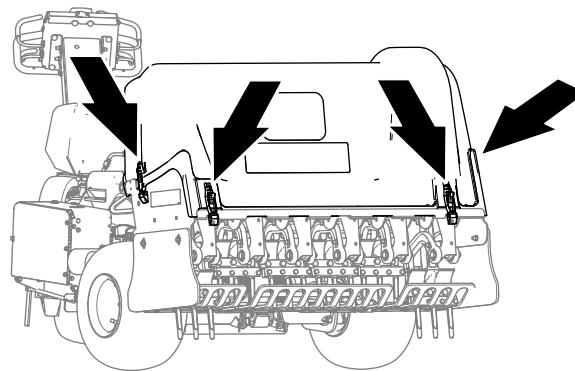
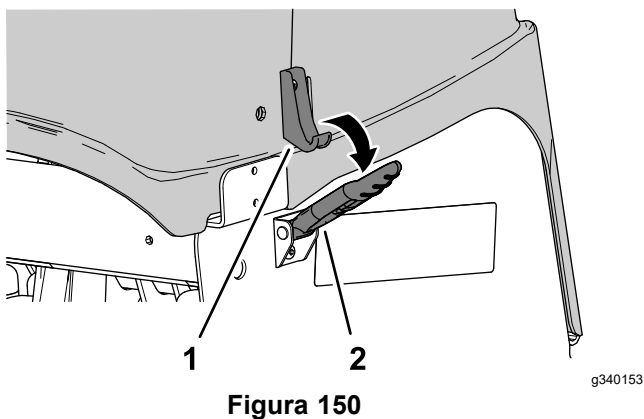

Figura 148
Figura 150
4. Deblocați capacul capului de carotaj în locaia cu 4 elemente de fixare (Figura 148 și Figura 150).